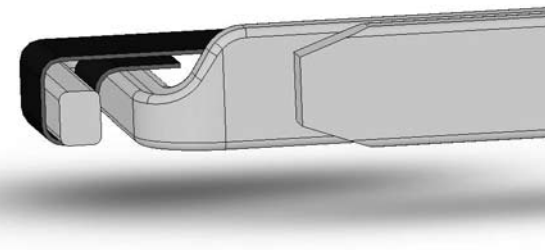

Fig. 3
3. Girare la striscia sopra l'estremità sporgente di 3,5 mm (vedi fig. 3). La striscia abrasiva è ora saldamente posizionata nell'asola anteriore dello stripper.
3. Führen Sie den Separierstreifen über den 3,5 mm überstehenden Teil des Separierstreifens zurück, siehe Fig. 3. Der Separierstreifen ist nun fest in Position an der Frontseite des Separierstreifenhalters.